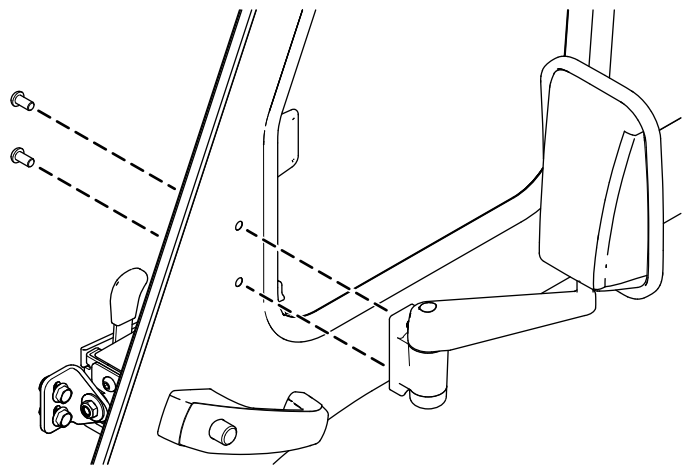

Figura 4
2. Prenda o espelho à porta utilizando dois parafusos de cabeça Torx (M8 x 16 mm), como se mostra na Figura 4.